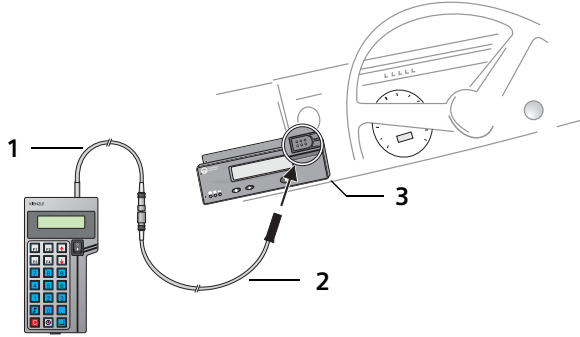

Abb. 9: HTC+ an Veeder Root 2400 (TVI Europe) anschließen
1. Diagnoseanschluss des HTC+ **(1)** gemäß Abb. 9 über Diagnoseleitung TVI **(2)** mit dem Veeder Root 2400 (TVI Europe) **(3)** verbinden.